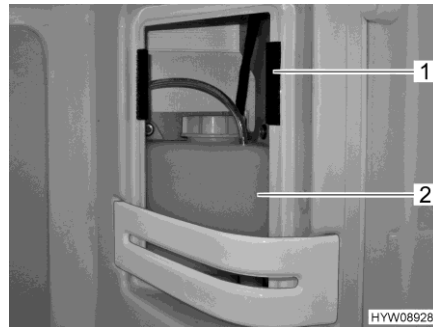

Fig. 178 Recipiente de compensación (calefacción de agua caliente)
- Quitar la cubierta en el recipiente de compensación (Fig. 178,2) en la parte superior derecha en la ducha. Fijar la cubierta con cinta velcro (Fig. 178,1).